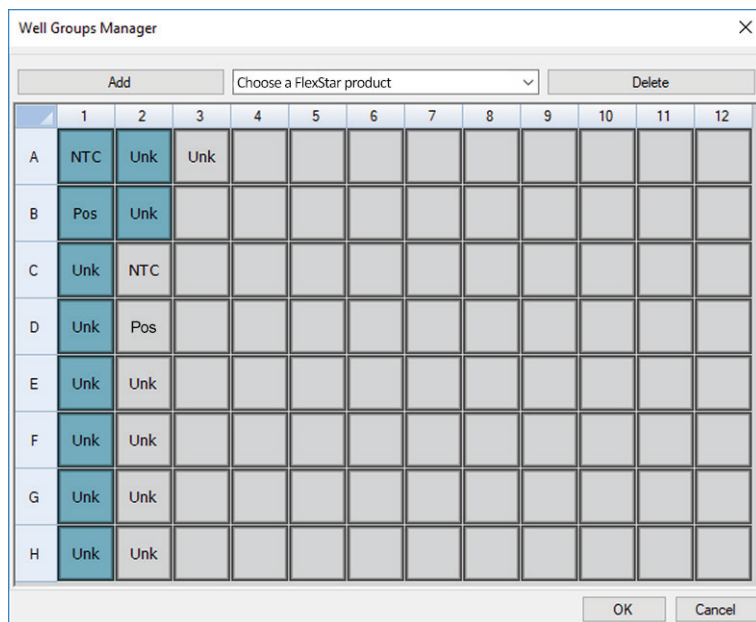

Figura 3: Ejemplo del cuadro de diálogo Well Groups Manager (gestor de grupos de pocillos)
- En el cuadro de diálogo Plate Editor (editor de placa), haga clic en **Well Groups...** (grupos de pocillos...) en la barra de herramientas. Se muestra el cuadro de diálogo Well Groups Manager (gestor de grupos de pocillos) (consulte la figura 3).
5. Seleccione todos los pocillos en el área de la placa PCR que pertenezcan al primer ensayo (consulte la figura 3). Los pocillos que pertenecen a un ensayo individual pueden identificarse en el cuadro de diálogo Plate Editor (editor de placa) mediante la entrada del campo **Biological Set** (conjunto biológico).